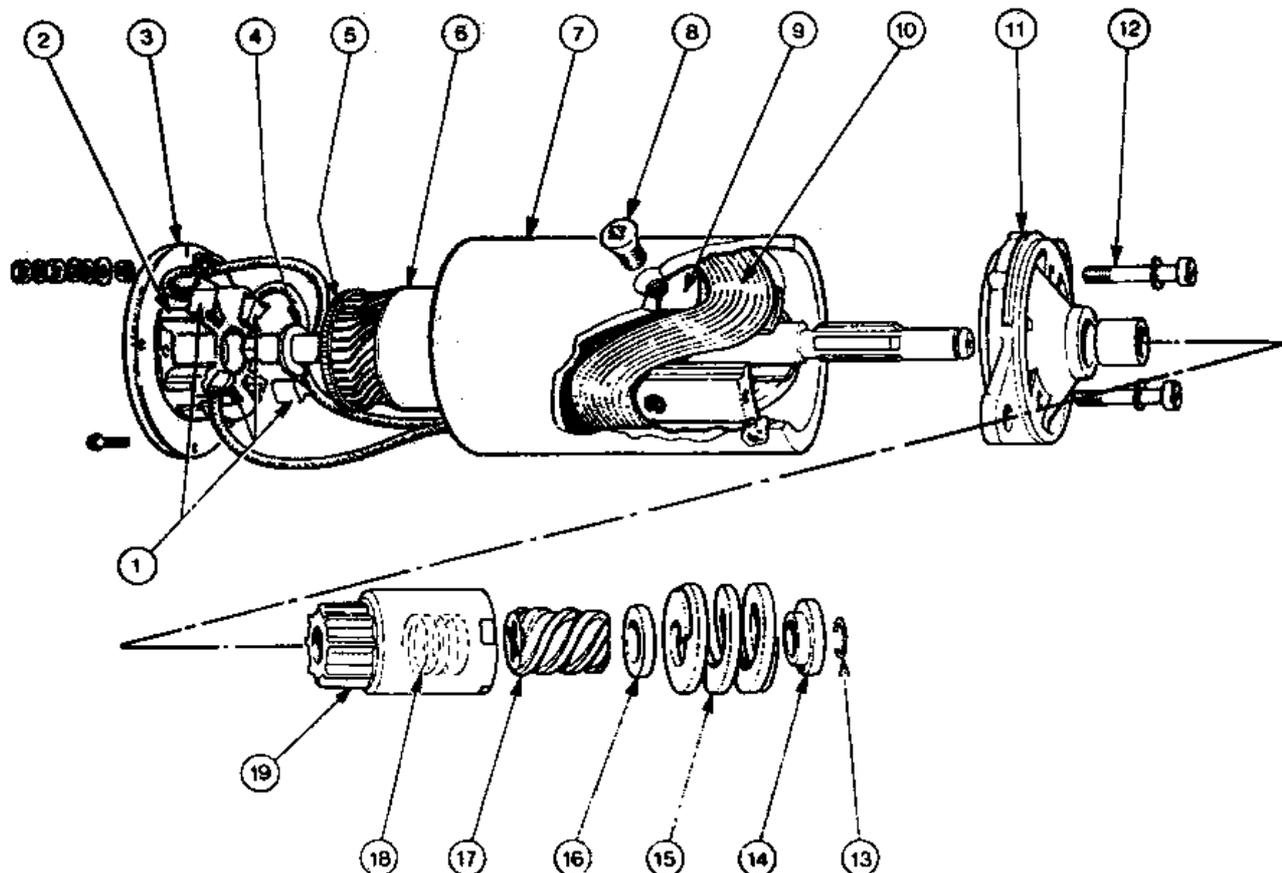
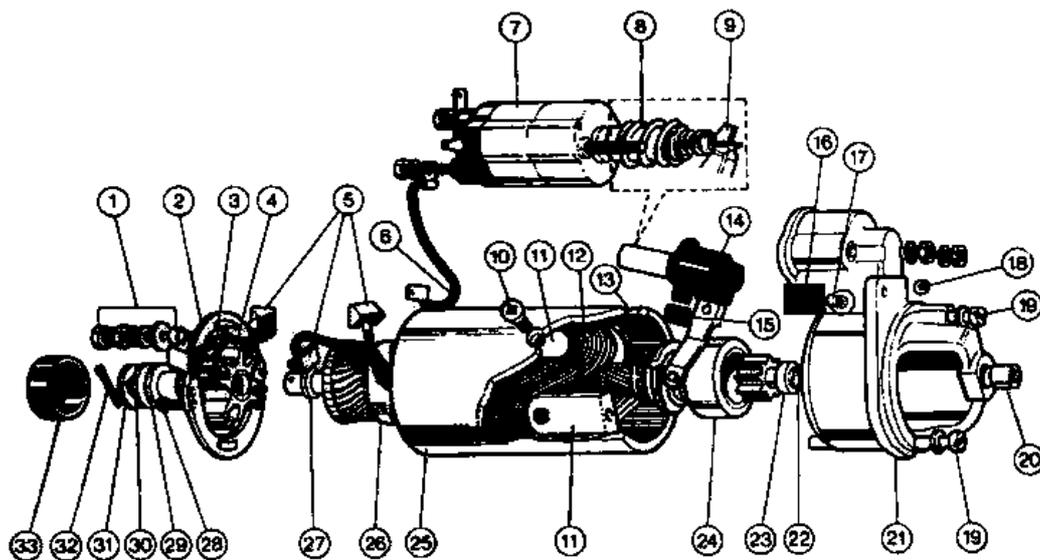

Рис.10.7. Стартер с инерционным включением (Разд.14 и 18)
Рис.10.8. Стартер с электромагнитным включением (Разд.14 и 17)
Обе разновидности стартеров по конструкции являются четырехполюсными электромоторами с четырьмя щетками и последовательными обмотками возбуждения. Щеткодержатель стартера полностью изолирован и в нем установлены клиновидные щетки, которые прижимаются к поверхности коллектора спиральными пружинами. К корпусу стартера независимо друг от друга прикреплены две крышки. Передняя крышка прикреплена к полюсным наконечникам. Доступ к щеткам открывается при снятии задней крышки. Ведущая шестерня инерционного стартера приводится во вращение нарезной муфтой с внутренними шлицами (Рис. 10.7). Муфта, шестерня и амортизационная пружина крепятся на валу стартера пружинным кольцом. Стартер с электромагнитным включением имеет тяговое реле (Рис. 10.8).
3. Передняя крышка, якорь и шестерня снимаются как единый узел после удаления двух стяжных винтов (Рис.10.7).